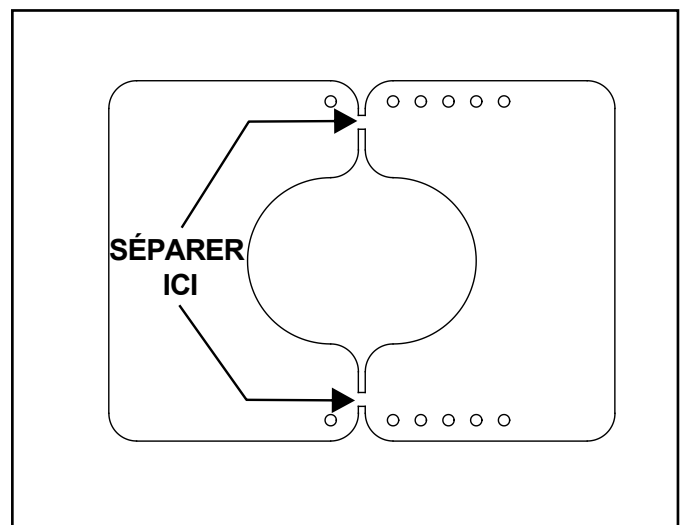

Figure 4.10 Diviser le réducteur d'échappement
2. Séparez le réducteur de conduit en deux morceaux. Vous pouvez y arriver en pliant la pièce d'avant en arrière, jusqu'à ce qu'elles se séparent. Voir la figure 4.10.
1. Séparez le réducteur de conduit en deux morceaux. Vous pouvez y arriver en pliant la pièce d'avant en arrière, jusqu'à ce qu'elles se séparent. Voir la figure 4.10.